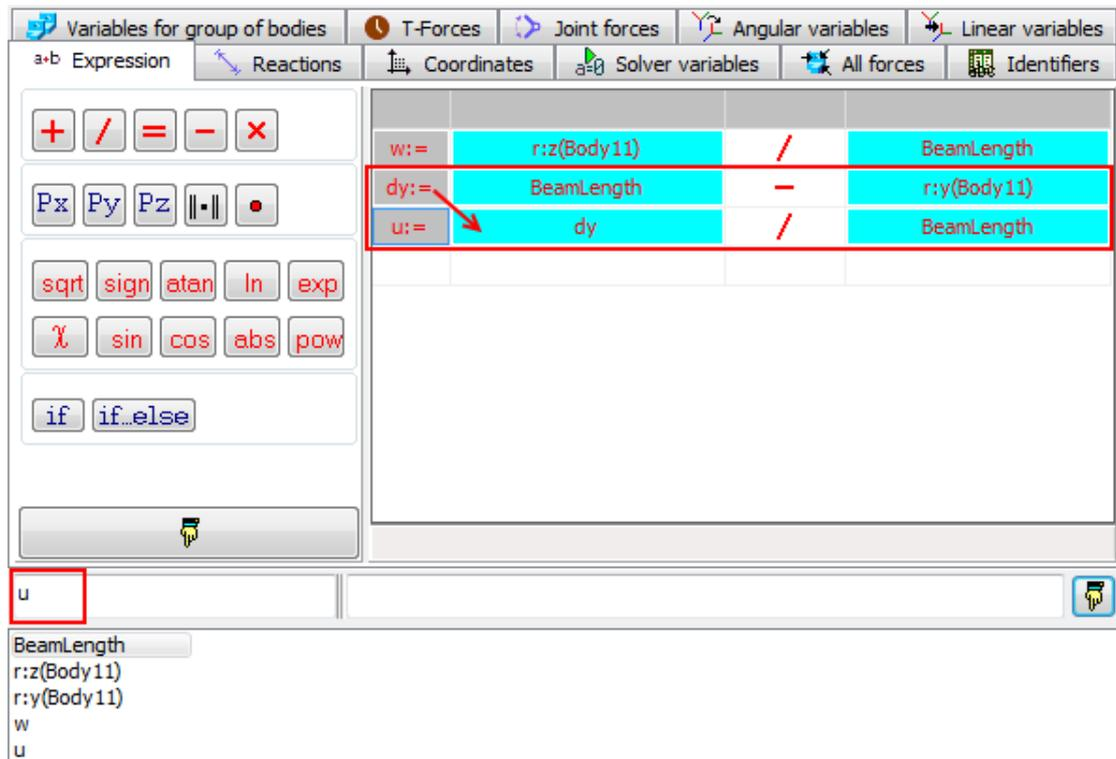

图 3.20 创建 u/L 变量
- 别将变量 $r:y(\text{Body11})$ 和 BeamLength 拖入如图 3.20 所示的位置；